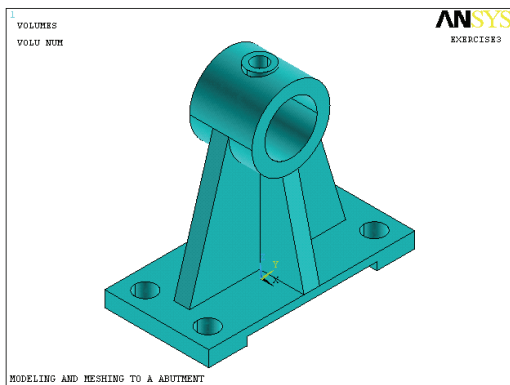

图 2-65 体相加结果显示
54) 选择 Utility Menu | Plot | Volumes 命令, ANSYS 显示窗口将显示如图 2-65 所示的体相加后的结果。